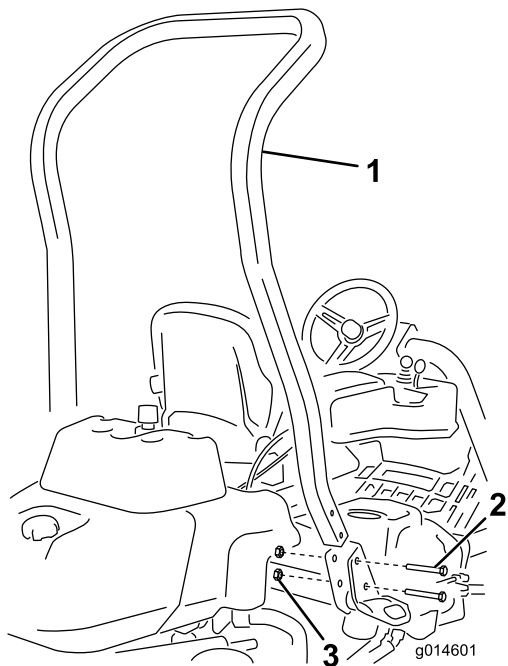

图3
3. 如**图3**所示使用 4 个螺栓  $\frac{1}{2} \times 3\frac{3}{4}$  英寸 和 4 个凸缘螺母  $\frac{1}{2}$  英寸 将翻车保护杆安装到机器两侧的卡槽中。